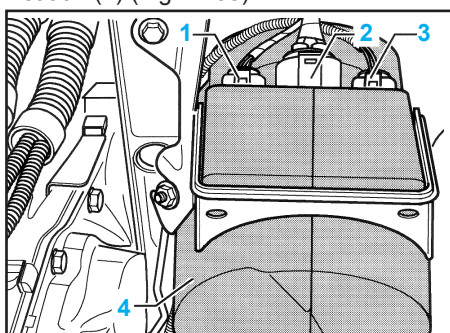

Fig.Dir.35
- Débrancher les fiches 1, 2 et 3 du groupe motopompe avec capsule d'insonorisation (4) (Fig.Dir.35).